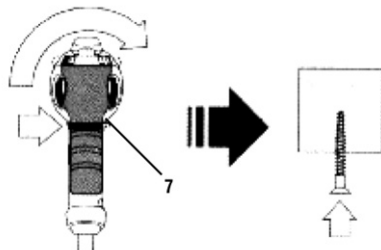

Fig. 4 – Sentido de rotação para a direita
Para reverter o sentido de rotação da PARAFUSADEIRA PFD 514 DWT, primeiro é necessário que ela esteja com o motor completamente parado, caso contrário, poderão ocorrer danos à ferramenta e estes não estarão cobertos pela garantia. Para rotação no sentido horário (parafusar), mova o “seletor de reversão” (5) para a direita, conforme mostra a fig. 4.